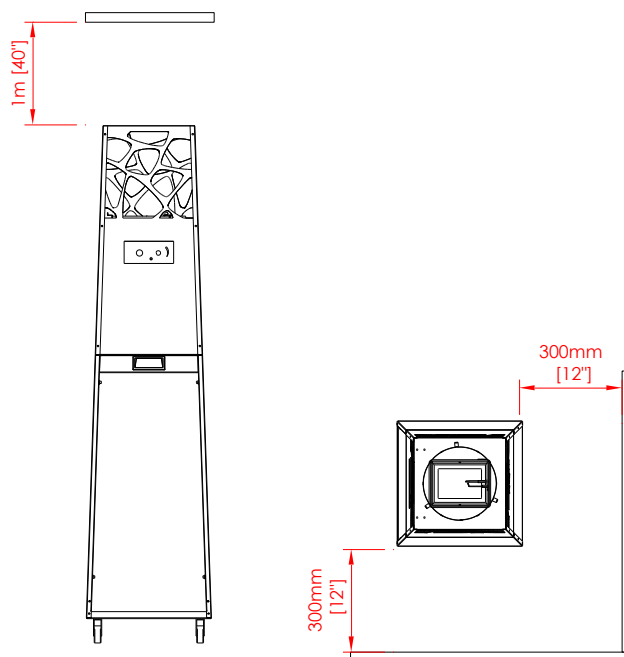

Fig 2 – Distanze minime
- Questo apparecchio deve essere tenuto lontano da materiali infiammabili durante l'uso. Non collocare alcun materiale combustibile entro una distanza di 0,3 m da PYRAMID e 1 m sopra l'apparecchio (Fig 2).